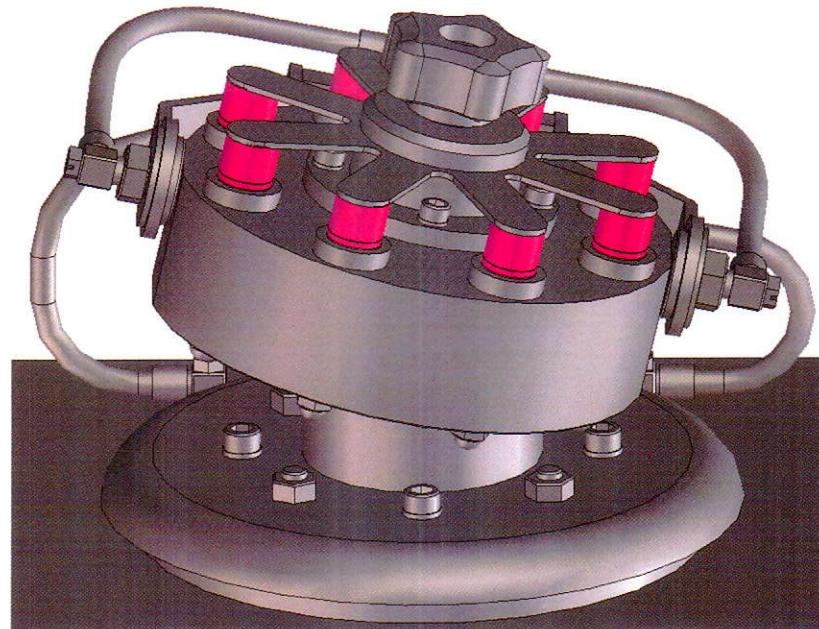

図 4-3. 2cc チューブセット完了図(ホルダー：冷却仕様)
5. 押え蓋を 2cc チューブの位置まで矢印の方向に回して下さい。図 4-3 参照
6. 図 4-3 の位置でノブを締めて下さい。